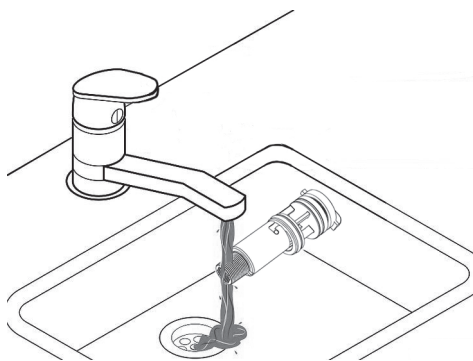
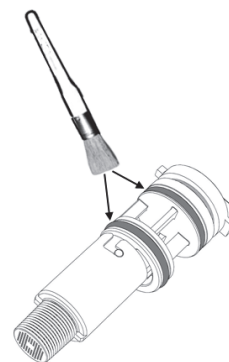

fig. 48
fig. 49
- Ahora es posible limpiar el caudal3metro (fig. 48 y fig. 49) o sustituir los componentes.